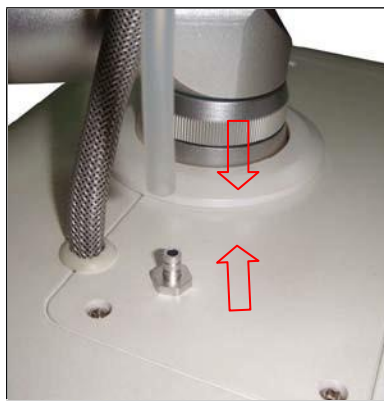

Figura 4.3-5
- 5) Instalação do Tubo de Ar. Inserir o tubo de ar nos orifícios de conexão do tubo de ar com os orifícios do braço óptico, certificando-se de inserir o tubo apertado (como mostrado na Figura 4.3-5).